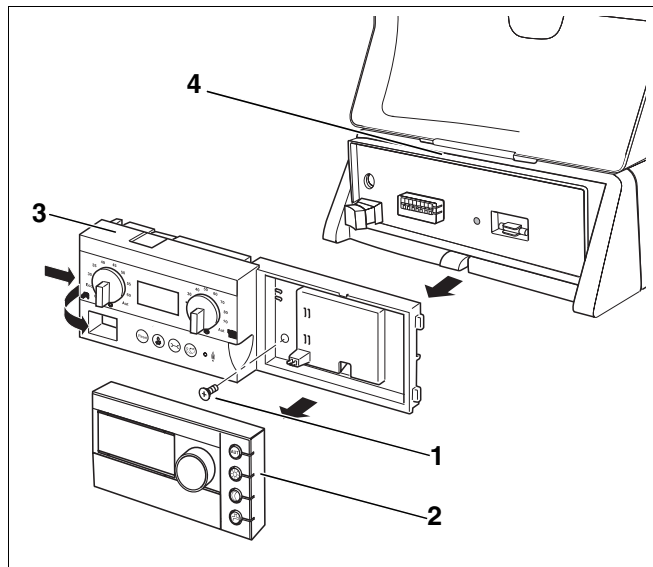

Рис. 3 Демонтаж RC30/BC10 (принципиальная схема)
- Снять пульт управления RC30 (рис. 3, поз. 2) и открутить фиксирующий винт (рис. 3, поз. 1, если имеется).
- Нажать на фиксирующие язычки на главном регуляторе BC10 и снять его с корпуса по направлению стрелки (рис. 3).